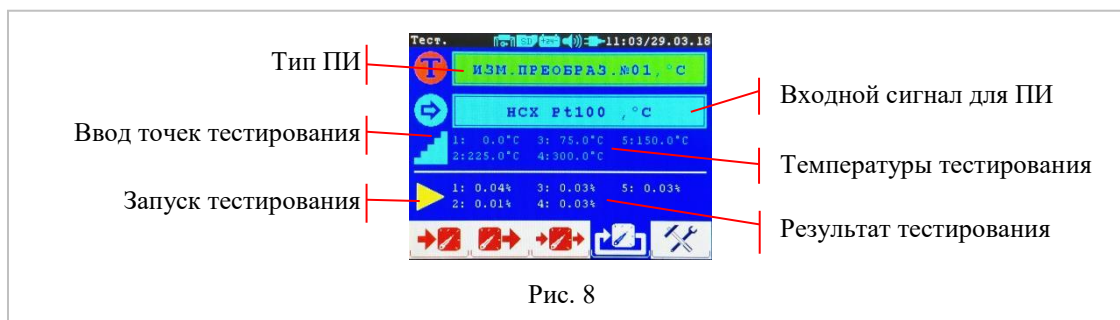

Рис. 8
4.1.5.2 Тестирование измерительных преобразователей, рис. 8.